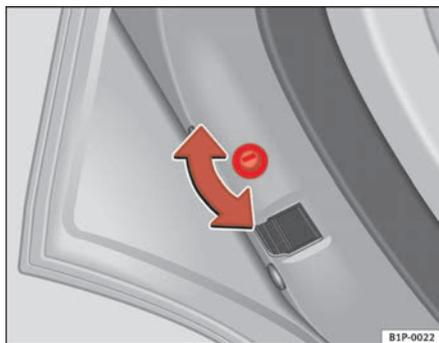
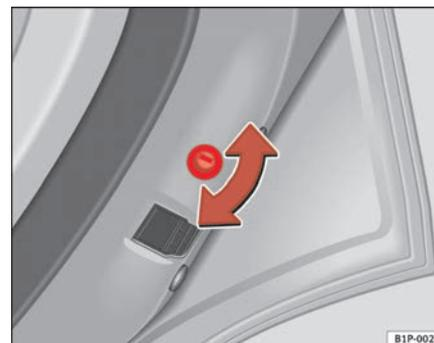

Fig. 60 Sécurité enfants de la porte gauche
Fig. 61 Sécurité enfants de la porte droite
- Lorsque la porte est ouverte, tournez la rainure avec la clé du véhicule dans le sens horaire pour les portes de gauche et dans le sens anti-horaire pour les portes de droite ⇒ fig. 60, ⇒ fig. 61.
- Lorsque la porte est ouverte, tournez la rainure avec la clé du véhicule dans le sens horaire pour les portes de droite et dans le sens anti-horaire pour les portes de gauche ⇒ page 103, fig. 60, ⇒ page 103, fig. 61.